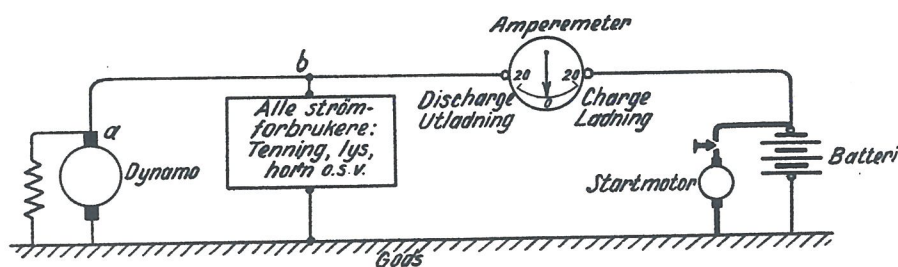

Fig. 200. Det elektriske anlegg, skjematisk.
Sammenbygningen av et elektriske anlegg er vist i fig. 200. Som det vil sees er alle strømforbrukere, unntatt startmotoren, koblet inn mellom dynamoen og amperemetret.
Et elektrisk anlegg kan imidlertid ikke uten videre anordnes som vist i fig. 200. Ved lave omdreiningstall vill dynamoens spenning være lavere enn batterispenningen, og batteriet ville som følge av det lade seg ut gjennom dynamoen. Ved stigende omdreiningstall vil shunt-dynamoens spenning forholdsvis snart komme så høyt at dynamoen og strømforbrukere vil ta skade (lyspærer brenne av o.s.v.) og batteriet vil bli strekt overladet med de ulemper det medfører.
1. Batteriet må ikke kunne utlades gjennom dynamoen, d.v.s. i ledningsstykket a-b fig. 200 må strømmen bare kunne gå i retning fra dynamoen.